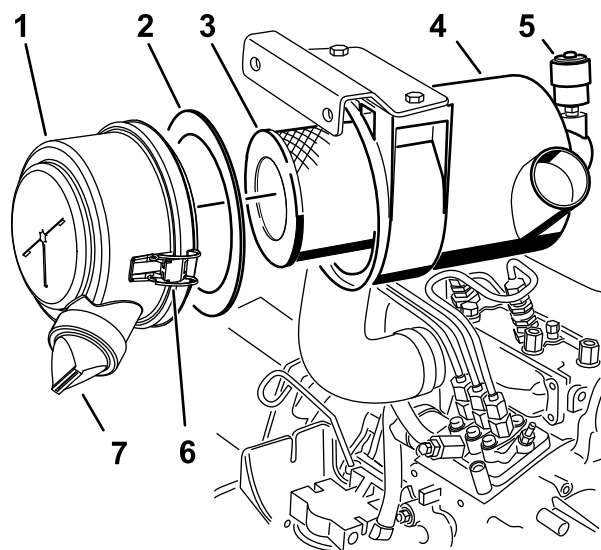

Рисунок 30
3. Произведите техническое обслуживание фильтра воздухоочистителя (Рисунок 30).